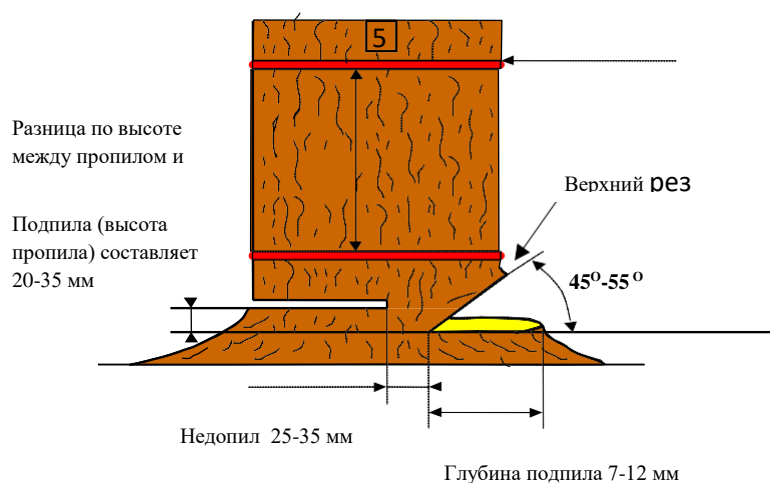

Рис. 9. Измерения и отметки
Участки для упражнения должны быть примерно одинаковыми для всех участников. Отобранные для упражнения деревья должны быть примерно одной высоты, почти одинаковой толщины и одной породы. Диаметр на уровне груди (BHD) должен быть от 28 до 38 см (рис. 9). Однако разница в толщине между всеми деревьями не может превышать 4 см. Запрещается назначать для валки деревья с наклоном более 2 градусов, с очевидно неровной кроной и явными признаками гнили. По крайней мере, с одной стороны дерева должно быть свободное пространство для его падения. То направление, в котором есть свободное пространство, должно быть указано, но его не обязательно использовать.
- выбрать и пронумеровать деревья (рис. 9);
- отметить на стволе линию, выше которой запрещен горизонтальный рез (рис. 9);
После того, как дерево станет неподвижным после удара о землю, к стволу будет приложен шаблон и безопасная зона будет замерена так, как это показано на рис. 9.